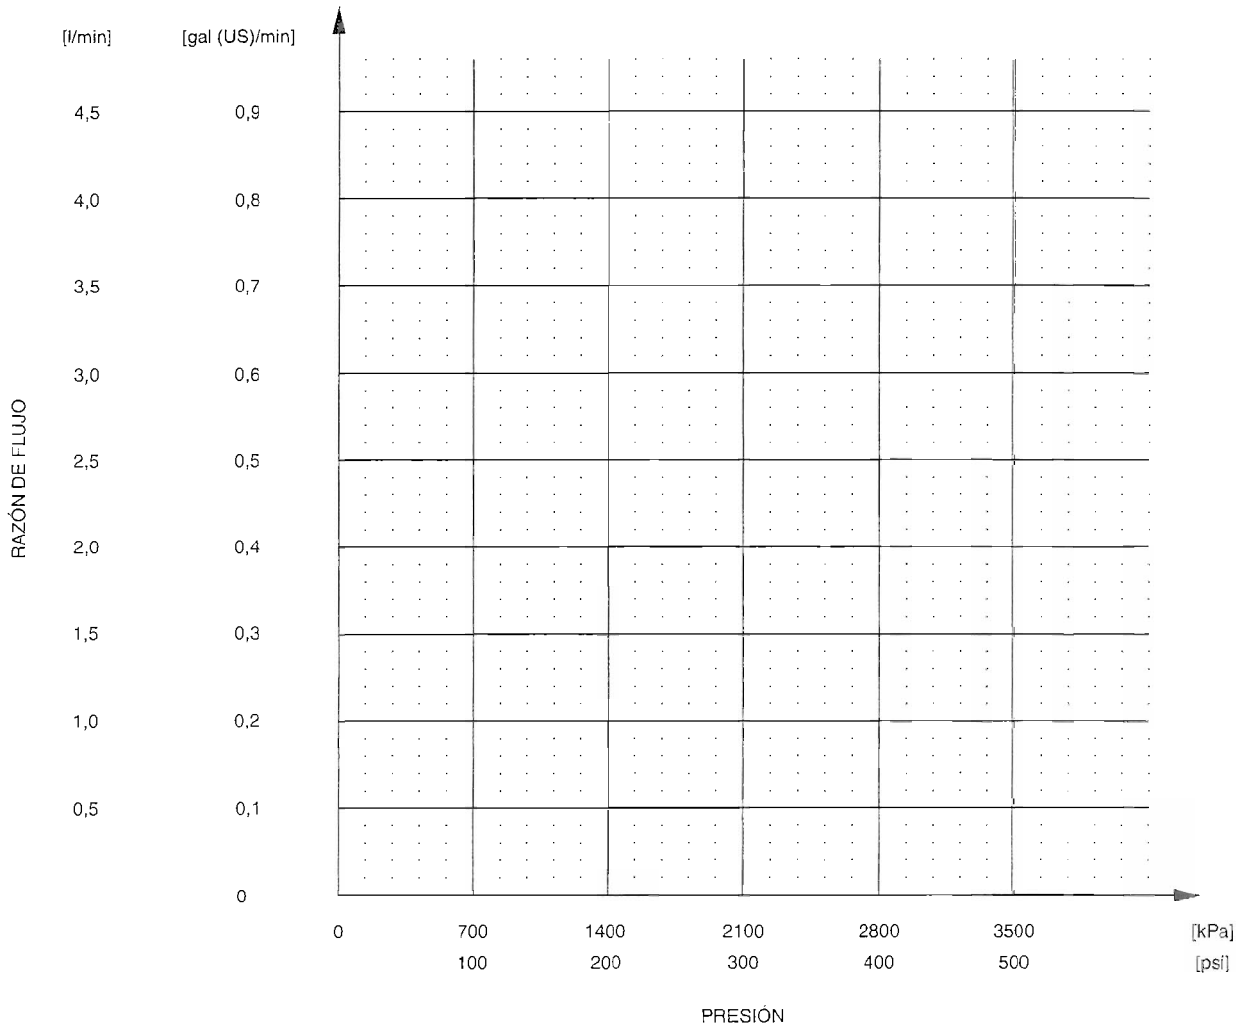

Figura 2-41. Razón de flujo contra presión del circuito.
- 26. Utilizando los valores registrados en la Tabla 2-10, trace la razón de flujo de la bomba comparándola contra el dato de presión en la gráfica de la Figura 2-41.
27. De acuerdo a la Figura 2-41, la razón de flujo ¿disminuye conforme la presión del sistema aumenta?
33. Basándose en la curva trazada en la Figura 2-41 ¿cuál es la razón de flujo en el nivel de presión registrado en el paso 32?